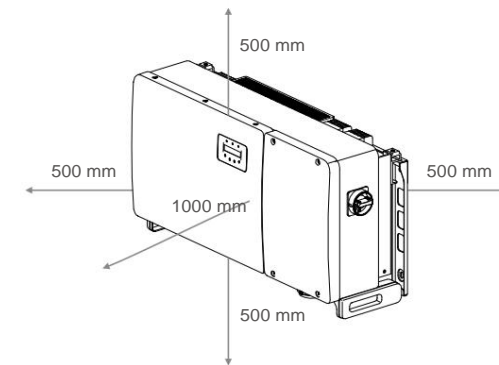

Figura 3.1 Distancias necesarias entre inversores
- Si se instalan varios inversores en el sitio, se debe mantener un espacio mínimo de 500 mm entre cada variador y todos los demás equipos montados. La parte inferior de la unidad debe estar al menos por lo menos 500 mm por encima del suelo o piso (ver Figura 3.1).